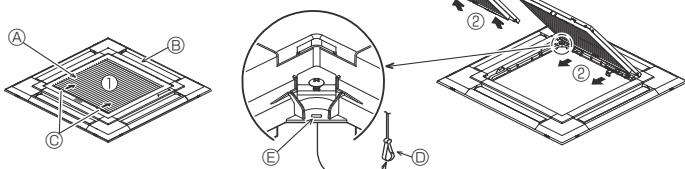
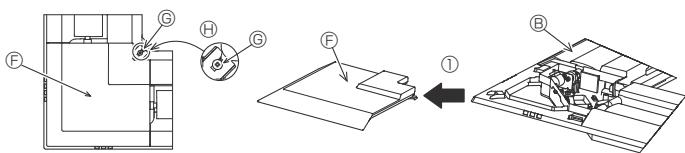

Fig. 9-3
Fig. 9-4
9.2.1. Удаление воздухозаборной решетки (Fig. 9-3)
- Сдвиньте рычаги в направлении, обозначенном стрелкой ①, чтобы открыть воздухозаборную решетку.
- Пока воздухозаборная решетка находится в "открытом" положении, удалите стержень воздухозаборной решетки с вентиляционной решетки в направлении стрелки ②.
9.2.2. Удаление угловой панели (Fig. 9-4)
- Ослабьте 4 винта на углу. Сдвиньте угловую панель в направлении стрелки ①, показанной на рисунке, и снимите ее.
[Fig.9-3] [Fig.9-4]